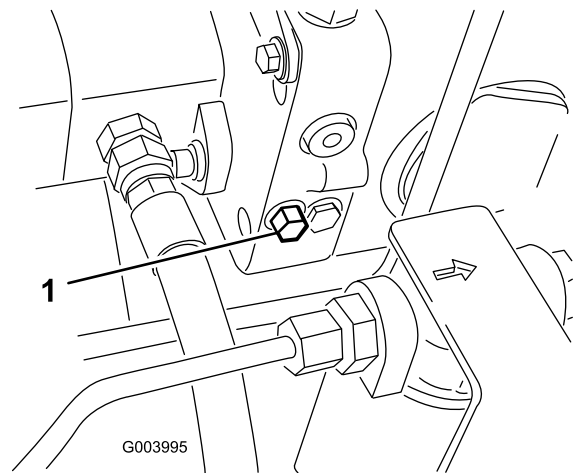

Figure 42
1. La vanne de dérivation est située du côté gauche de l'hydrostat (Figure 42). Tournez le boulon une fois et demie pour ouvrir la vanne et permettre la dérivation interne de l'huile. Il est alors possible de